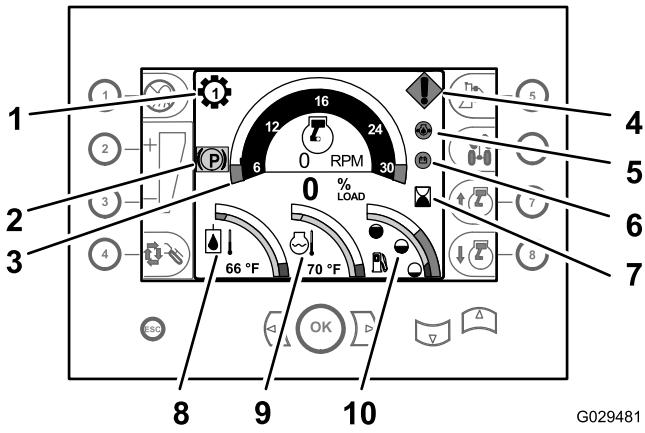
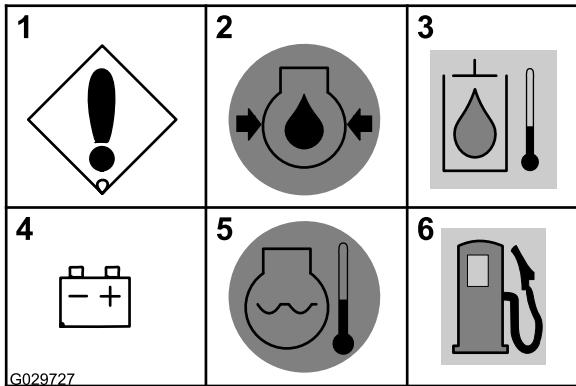

Figura 31
Figura 33
- **Indicador de marchas** – Este indicador muestra la marcha que está seleccionada para la transmisión (marchas de 1 a 4), y está situado encima y a la izquierda del taquímetro (Figura 31).
- **Taquímetro** – El taquímetro muestra la velocidad del motor en revoluciones por minuto (rpm). El taquímetro está situado en el centro de la parte superior de la pantalla del Centro de control (Figura 31).
- **Contador de horas** – El contador de horas muestra el número de horas de operación del motor. Está situado en la zona central derecha de la pantalla del Centro de control, a la derecha del taquímetro (Figura 31).
- **Indicador de la temperatura del aceite hidráulico** – Este indicador muestra la temperatura de trabajo del aceite hidráulico, y está situado en la zona inferior izquierda de la pantalla del centro de control (Figura 31).
- **Indicador de la temperatura del refrigerante** – Este indicador muestra la temperatura del refrigerante del sistema de refrigeración del motor. Está situado en la zona central inferior del grupo de instrumentos (Figura 31).
- **Indicador del nivel de combustible** – Este indicador muestra el nivel de combustible que queda en el depósito, y está situado en la parte inferior derecha de la pantalla del centro de control (Figura 31).
- **Indicador de freno de estacionamiento puesto** – Este indicador se muestra cuando el freno de estacionamiento está puesto (Figura 31). El indicador desaparece al quitarse el freno de estacionamiento.
- Error de la máquina o del motor** — Este mensaje aparece si se produce una avería en la máquina o el motor. La causa de la avería aparece en los Diagnósticos del Panel de Instrumentos (Figura 33).
- Baja presión del aceite del motor** — Este mensaje de advertencia aparece si la presión de aceite del motor es de 90 kPa (13 psi) o menos (Figura 31 y Figura 33).
- Alta temperatura del aceite hidráulico** — Este mensaje parpadea si la temperatura del aceite del sistema hidráulico es de 102 °C (215 °F) o más (Figura 33).
- Compruebe el alternador o la batería** — Este mensaje aparece si el voltaje del alternador y la batería es de 12 voltios o menos (Figura 31 y Figura 33).
- Sobreelalentamiento del motor** — Este mensaje parpadea si la temperatura del refrigerante del motor es de 104 °C (220 °F) o más (Figura 31 y Figura 33).